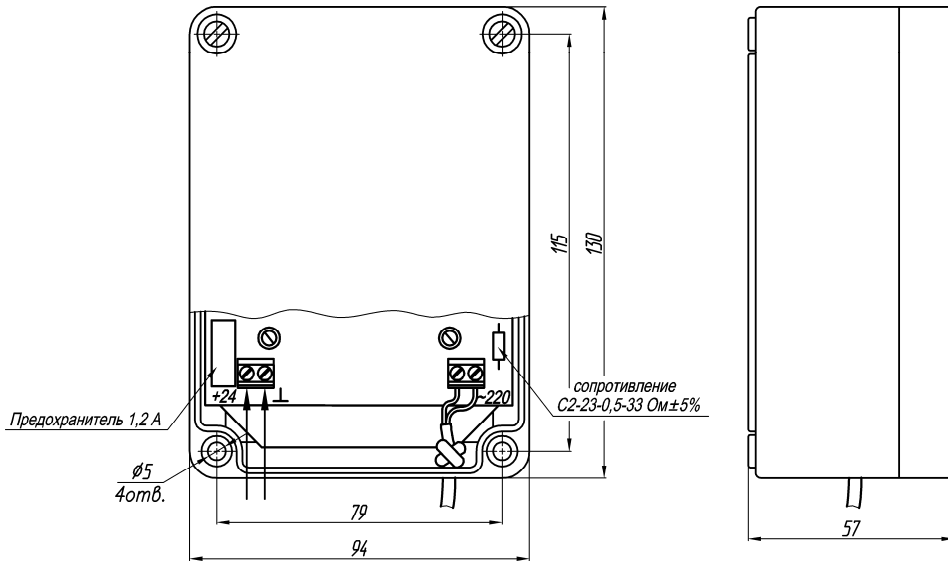

Рис.1 Блок питания БП-24-1,2/220АС-Г
2. Подключить блок питания к источнику 220 В, 50 Гц (см. рис.1)